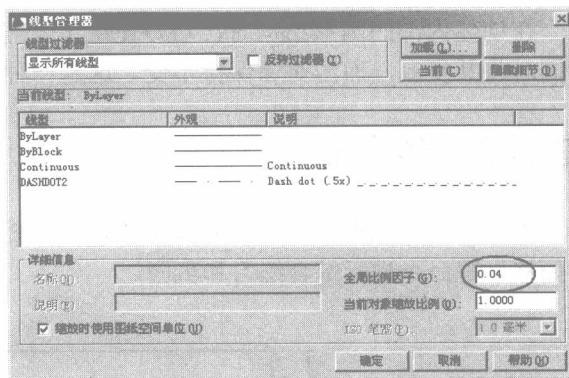

图 1-32 设置线型比例
- 10** 在“加载或重载线型”对话框中单击 $\text{确定} \blacksquare$ 按钮，返回“线型管理器”对话框，设置线型比例如图 1-32 所示。